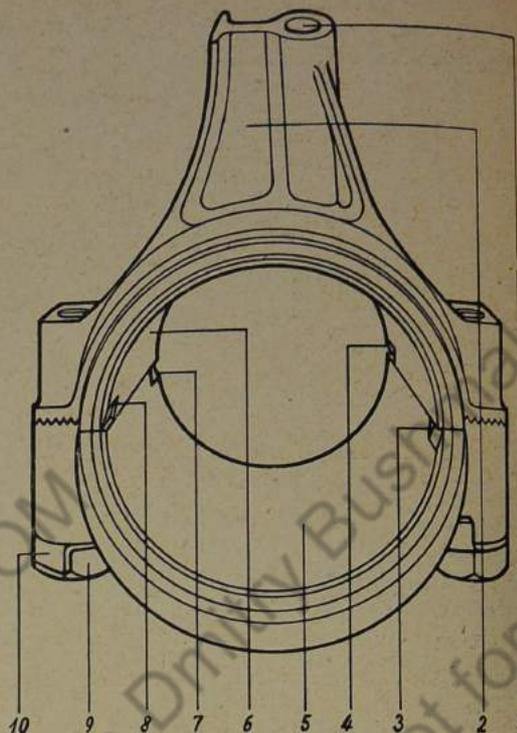

Bild 121: Anordnung der Nasen gegen Verdrehen der Pleuellagerschalen
4. Neuerdings sind die Lagerschalen gegen Verdrehen nach beiden Laufrichtungen gesichert (Bild 121). Diese Pleuelstangen können also rechts oder links eingebaut werden.